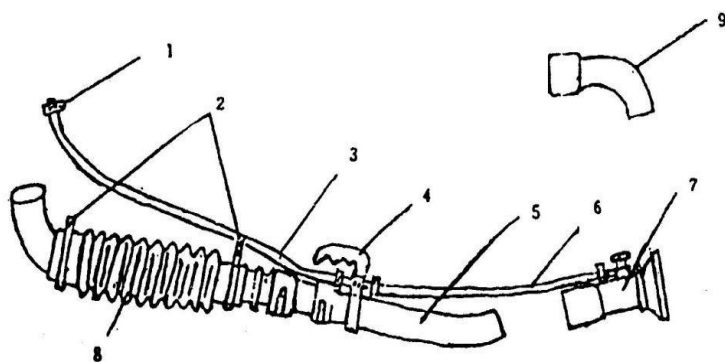

Fig. 4
4. Подключите распыляющий шланг к устройству, как показано на рис. 4.